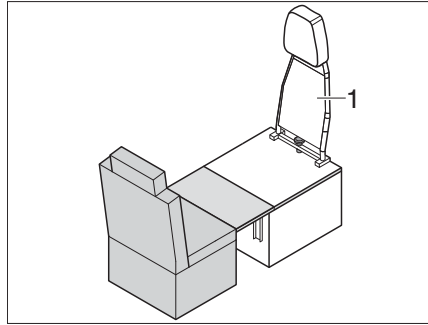

Fig. 192 Transformación del modo marcha al modo dormir
- Desmontar el respaldo (Fig. 192,1) del asiento individual (ver el capítulo 7.17.8).